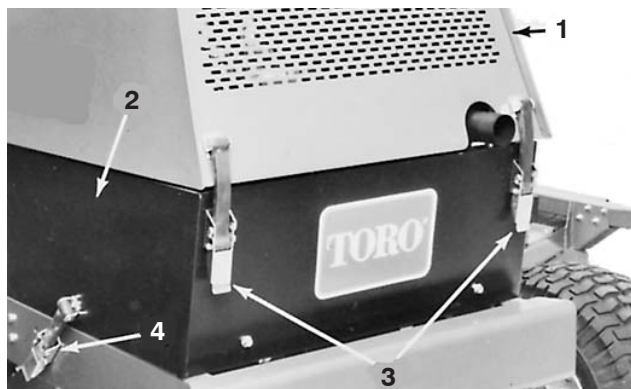

Figure 26
1. Déverrouillez, soulevez et calez le capot et déposez le panneau latéral gauche du compartiment moteur (Fig. 26).